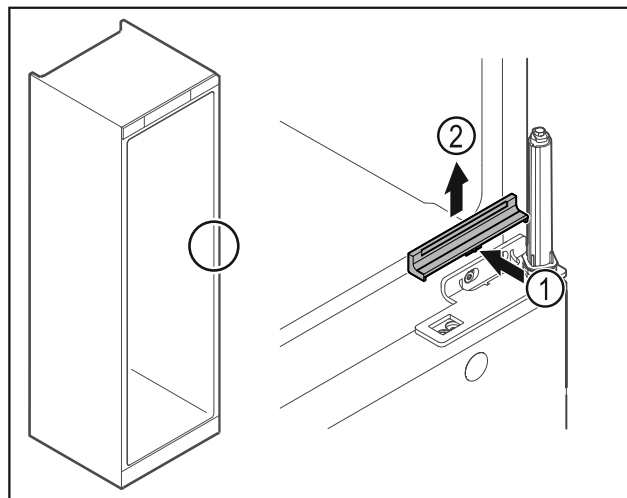

Fig. 25
- Tryck in skyddet Fig. 25 (1) något i mitten och ta av det uppåt Fig. 25 (2).